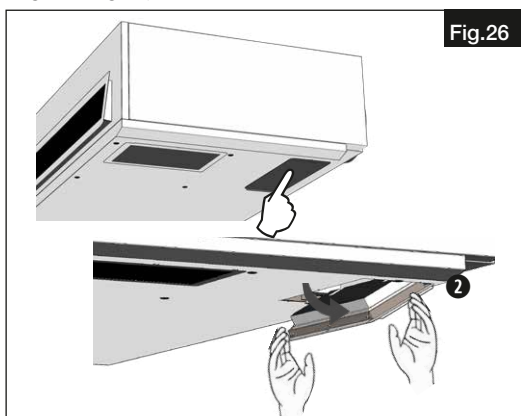
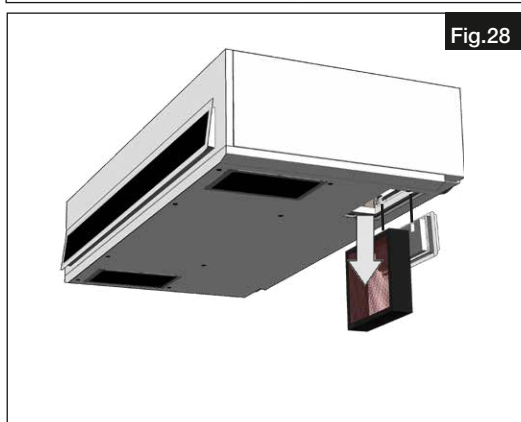

Fig.26
Fig.28
1. Passer le bout des doigts sous le support ❷. Ouvrir le couvercle. Retirer le filtre et le remplacer par un nouveau (voir Fig.26 - Fig.28).